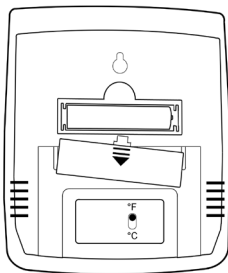

Figura 2
1. Abra o compartimento da bateria localizado na parte traseira do instrumento conforme a Figura 2.